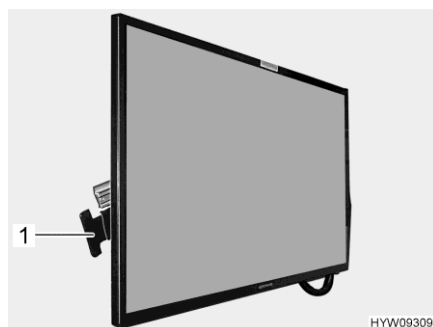

Fig. 86 Ecran plat
- Appuyer sur la poignée (Fig. 86,1) en direction de l'écran plat et la maintenir poussée. L'écran plat est déverrouillé.